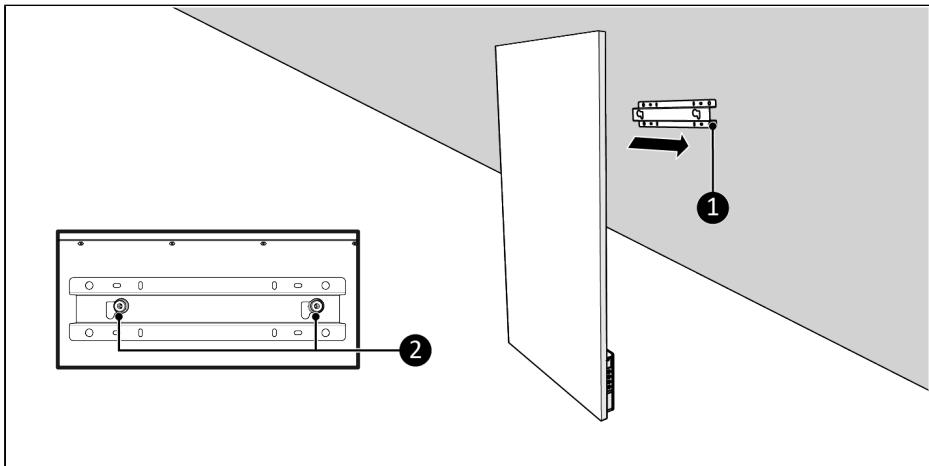

Figure 55.
1. Placez les boulons de montage (Figure 55, pos. 2) sur le support mural (Figure 55, pos. 1).